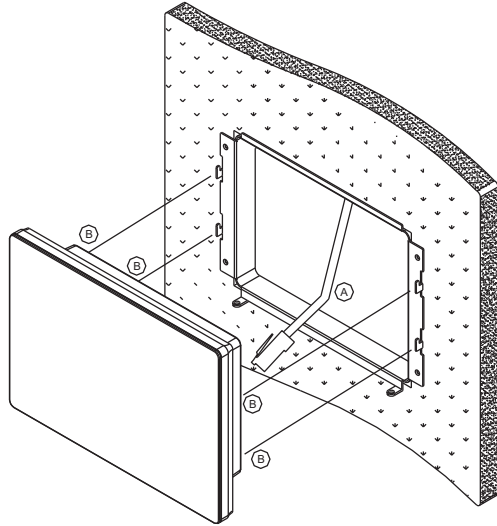
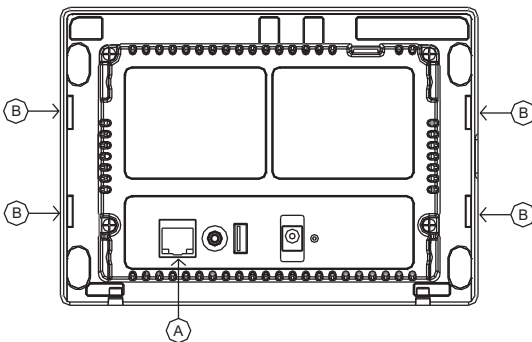

Figure 4
Figure 5
- a) Insérer la fiche modulaire à huit positions (« A », dans la figure 4) dans le connecteur RJ-45 (LAN/POE) de l'écran (« A », dans la figure 5).
- b) Aligner les languettes du support (« B », dans la figure 4) sur les fentes de l'écran (« B », dans la figure 5). Insérer les languettes dans les fentes et pousser délicatement vers le bas pour verrouiller l'écran en place.